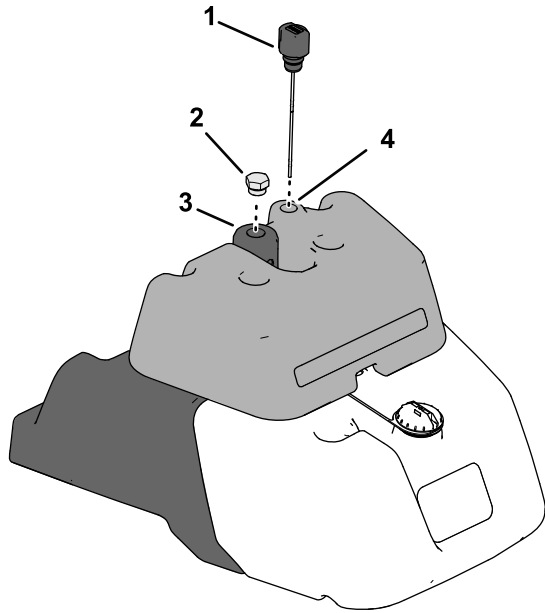

Figure 46
2. Vérifiez le niveau du liquide hydraulique avec la jauge du système hydraulique située en haut du réservoir du détecteur de fuites (Figure 46).